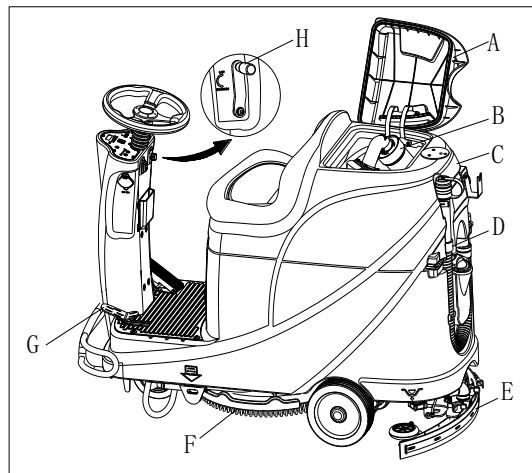

Figure 13
Un système automatique de fermeture à flotteur (B, Figure 13) bloque le système d'aspiration lorsque le réservoir d'eau de récupération (C) est plein. La désactivation du système d'aspiration est indiquée par une augmentation soudaine du bruit du moteur d'aspiration, le sol aussi n'est pas sec.
Lorsque le réservoir d'eau de récupération (C, Figure 13) est plein, le vider selon la procédure suivante.